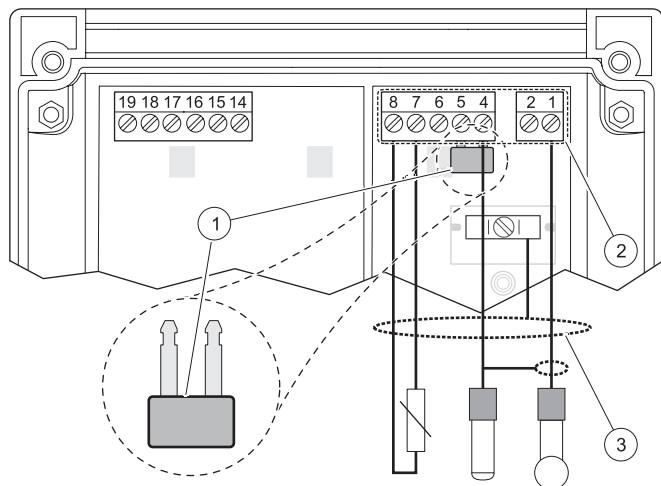

Figure 6 Câblage des capteurs combinés pH/REDOX Hach
1. Installez les cavaliers comme illustré à la Figure 6.